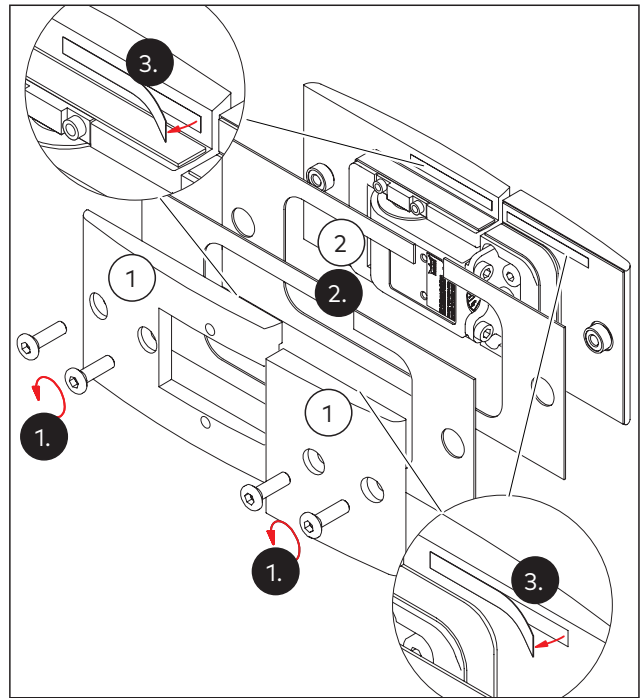

Abb. 28 Vorbereitung des Pendeltürbands
1. Die Gegenplatten (Abb. 28/1) abschrauben.
2. Die passenden Zwischenlagen (Abb. 28/2) nach Glasdicke auswählen (siehe Kapitel 4.1).